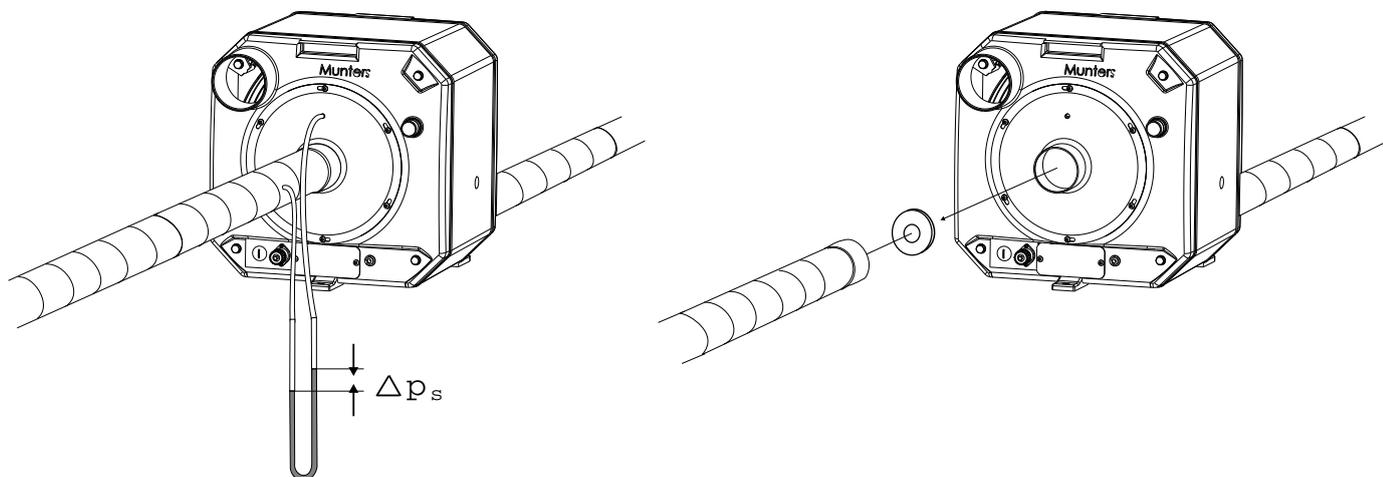

Рисунок 4.8 Измерение перепада давления
- Присоедините манометр к патрубку отбора давления воздуха реактивации. Если осушитель обвязан воздухопроводами, в воздуховоде необходимо предусмотреть отверстие для присоединения манометра, см. *Рисунок 4.8*.